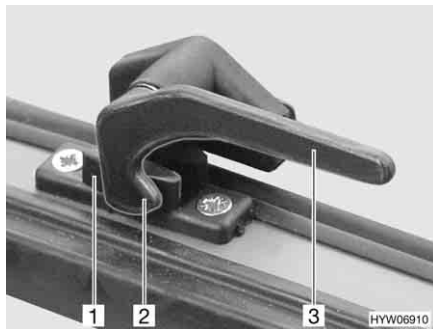

Bild 54 Verriegelungshebel in Stellung "geschlossen"
- Den Verriegelungshebel (Bild 54,3) eine viertel Umdrehung zur Fenstermitte hin drehen.
- Den Verriegelungshebel (Bild 54,3) eine viertel Umdrehung zum Fensterahmen hin drehen. Die Verriegelungsnase (Bild 54,2) liegt auf der Innenseite der Fensterverriegelung (Bild 54,1).
- in Stellung "fest verschlossen" (Bild 54)